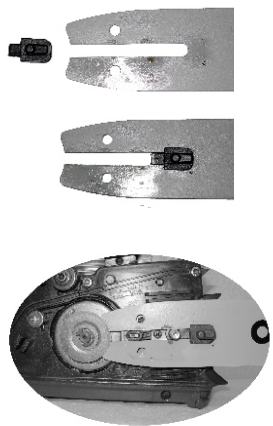

Рис. 3
6.1.3. Установка пильного аппарата (Рис.3).